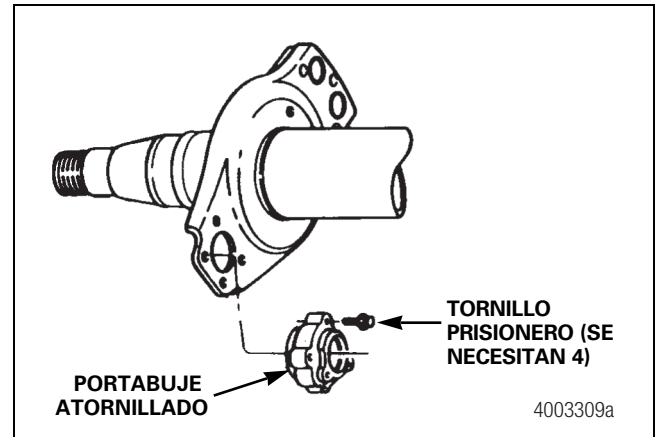

Figura 12.8
- Sólo se puede instalar el portabuje atornillado en la araña estampada con cuatro agujeros. Figura 12.8.